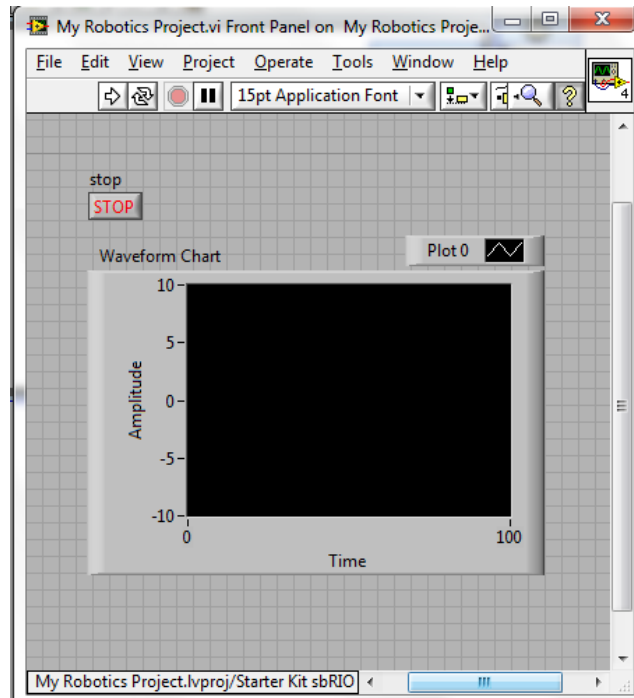

Fig. 25 Panel Frontal
4. En el panel frontal vaya a View → Controls (Fig.24 a), seleccione Modern → Graph → Waveform Chart (Fig. 24 b) y arrastre a el panel frontal (Fig. 25).